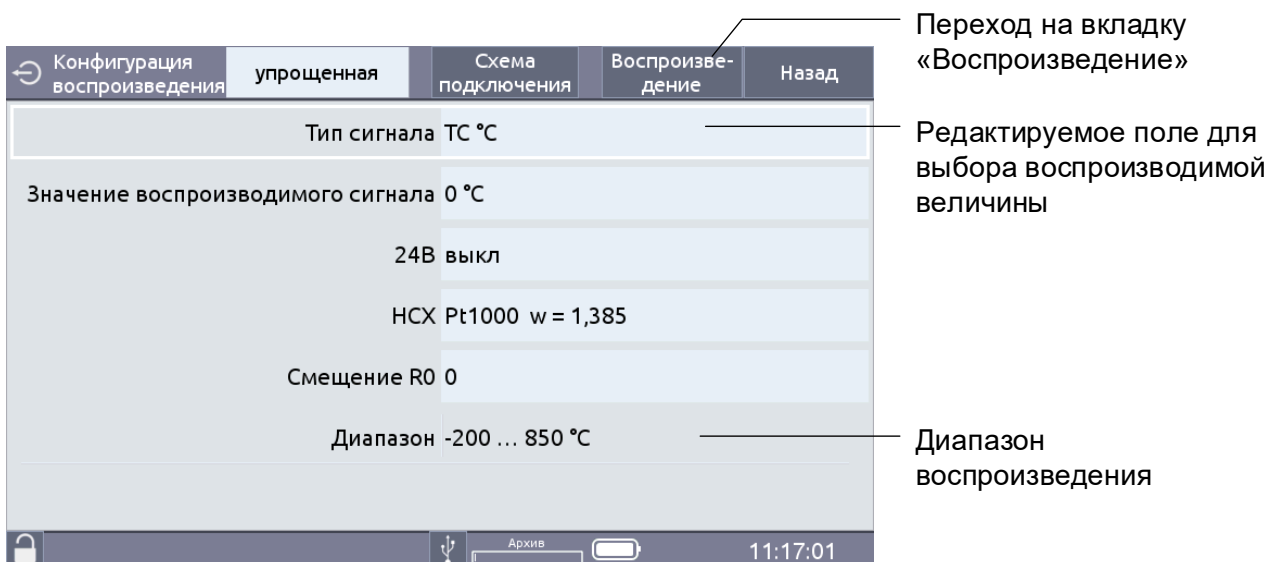

Рисунок 2.21
- «упрощенный» (см. рисунок 2.21)